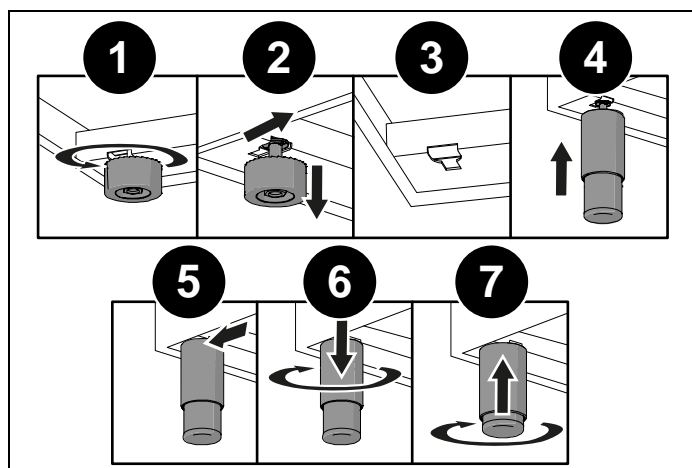

Fig. 8
- demonter støtterne (1 og 2, Fig. 8),
- sæt støttefødderne ind i hullet på undersiden af apparatet (3 og 4, Fig. 8),
- skru fødderne fast, indtil de sidder godt fast på basen (5 og 6, Fig. 8),
Juster støttefødernes højde til den korrekte højde (7, Fig. 8).
Undgå at opretholde trykket på støttefødderne, når apparatet sænkes (Fig. 8). Det anbefales at anvende et stykke træ eller en palle på sokkelen for at undgå at vippe komfuret.